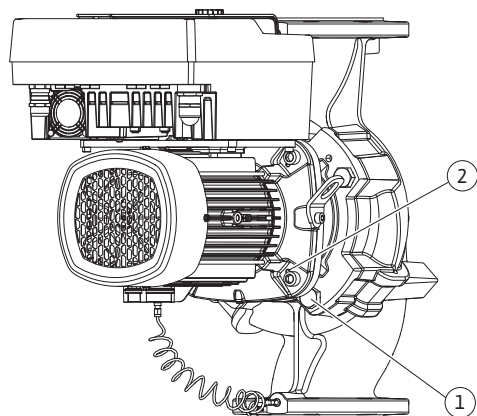

Fig. 99: Опциональное крепление съёмного блока
10. Отпустить и извлечь винты (Fig. I/III, поз. 10). Для некоторых типов насосов убрать наружные винты (Fig. 99, поз. 1). Съёмный блок после извлечения винтов остается в стабильном положении в корпусе насоса. Опасность опрокидывания, в том числе при горизонтальном расположении вала электродвигателя, не возникает.
12. Отжать съемный блок от корпуса насоса. Для этого использовать два резьбовых отверстия (Fig. 99, поз. 1).
17. В зависимости от типа насоса отпустить винты (Fig. I, поз. 10) или винты (Fig. 99, поз. 2), (Fig. II, поз. 10b) или Fig. III, поз. 10a.